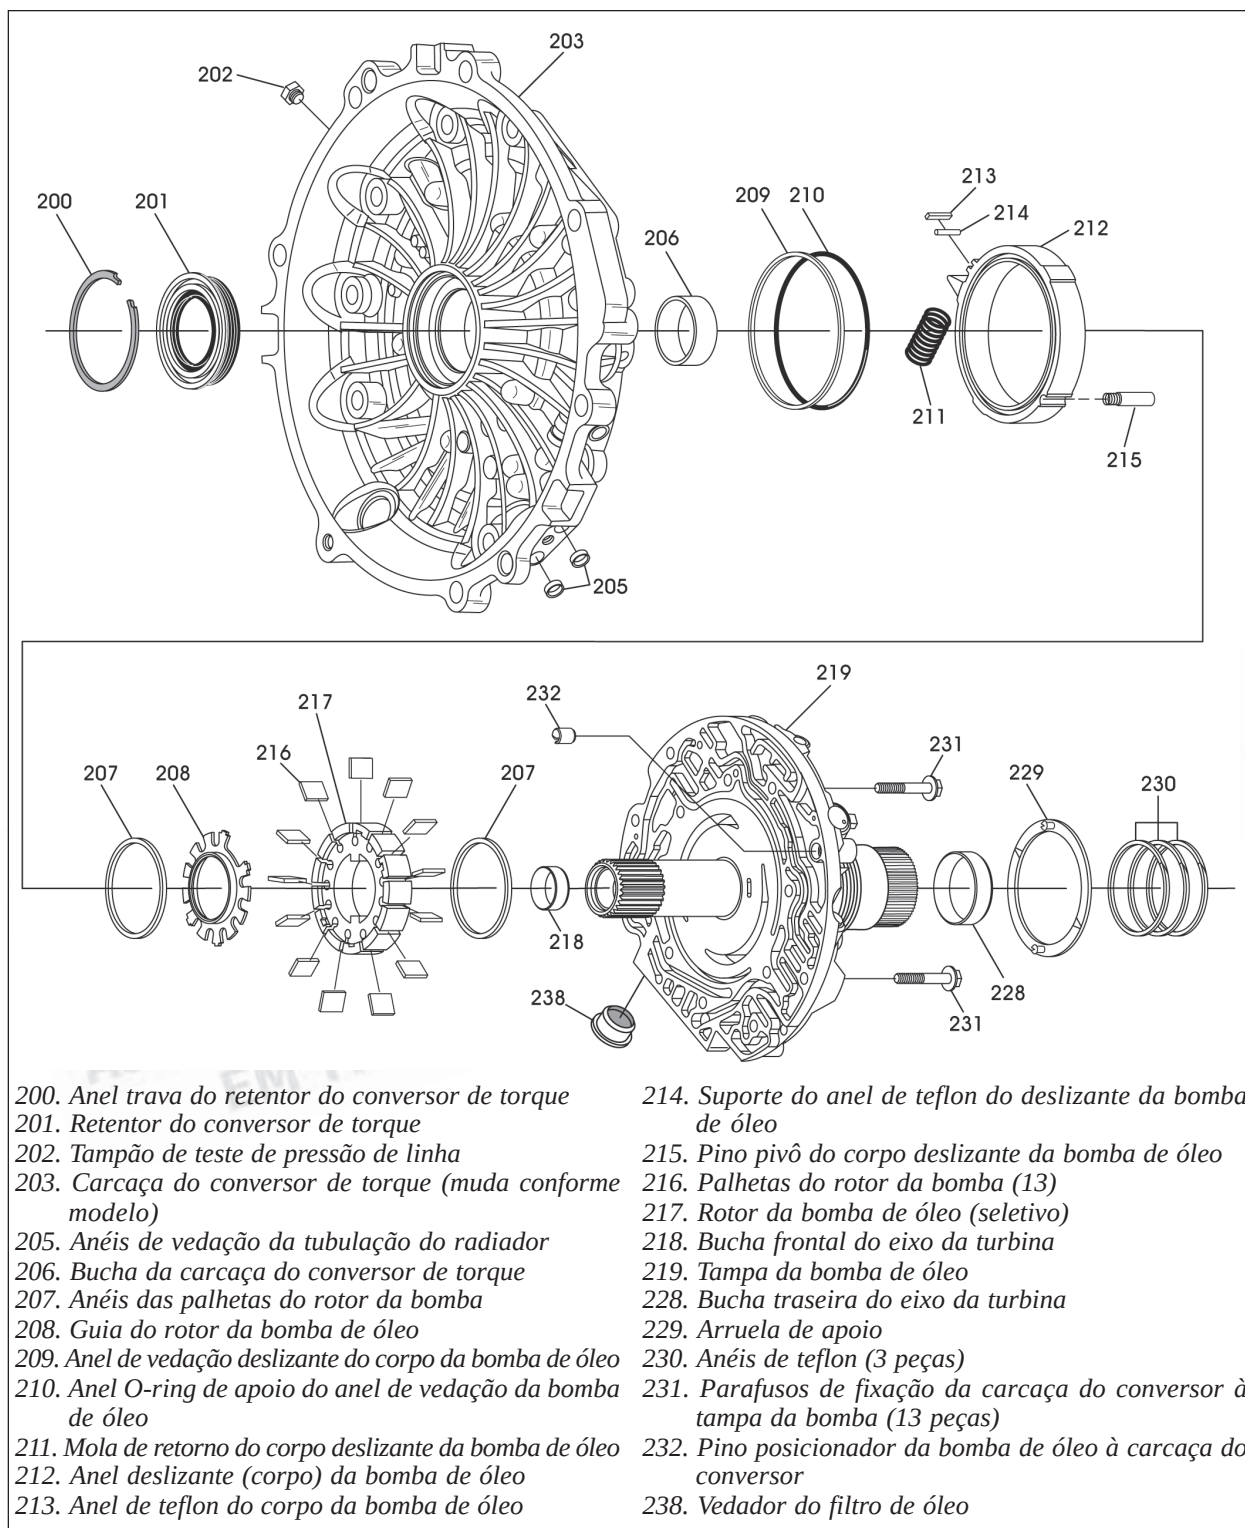

Figura 59
2. Todos os componentes mostrados na vista explodida da figura 59 não serão desmontados durante o processo de remontagem.